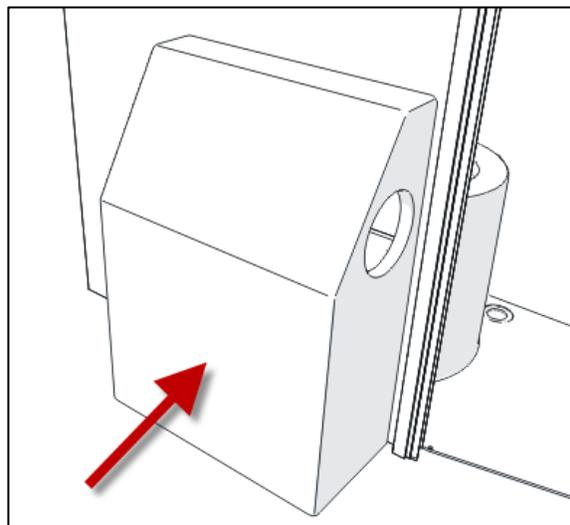

FIGURE 29
45. Installer la corbeille à déchets et son protecteur (Figure 29).